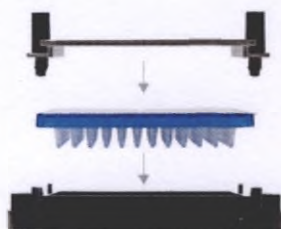

Рис. 3
3. Поставить в держатель плашку, затем верхнюю часть держателя расположить на плашке сверху (Рис. 3). Это следует выполнить с помощью фиксирующих язычков сбоку, отогнув их вверх.